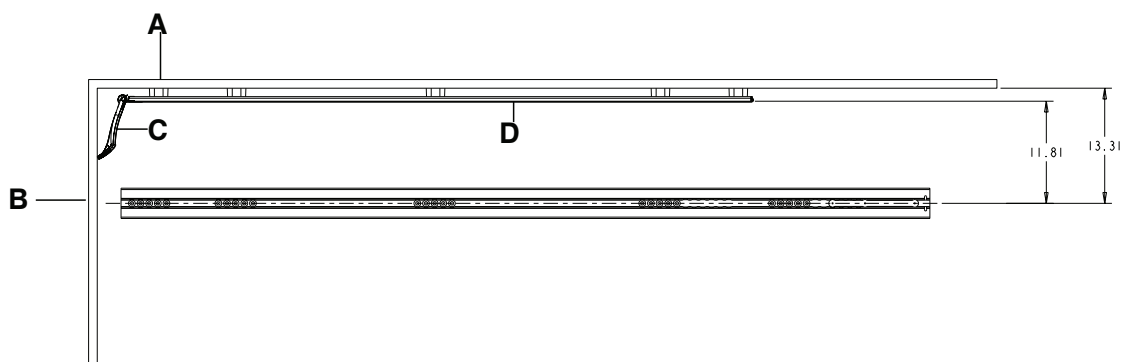
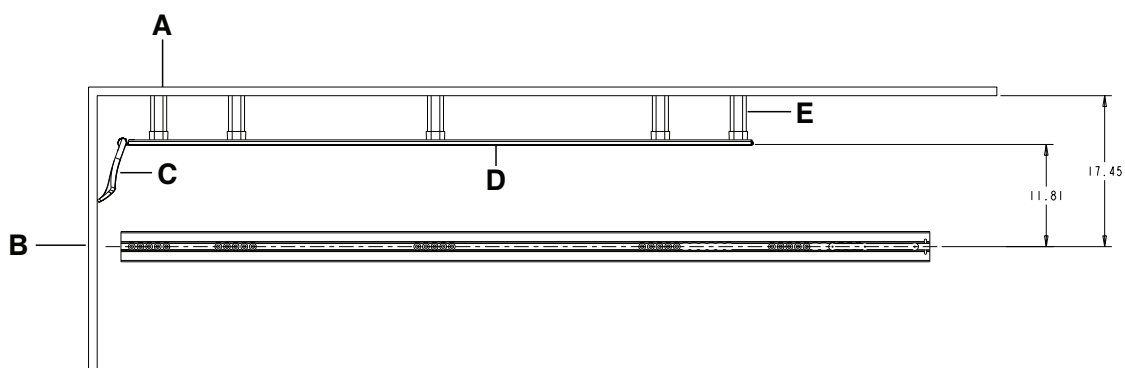

Рисунок 1 – Установка направляющей для колес без проставок
Рисунок 2 – Установка направляющей для колес с проставками
1. Мерной лентой отмерьте расстояние от центральной линии напольной пластины до стенки (шкафа) в кузове автомобиля на стороне водителя (Рисунок 1 или Рисунок 2).
12. Пользуясь торцевой головкой 7/16 дюйма с ключом с храповым механизмом 3/8 дюйма и комбинированным ключом 7/16 дюйма, установите винты (выбранные в пункте 11) для крепления штанги направляющей для колес к опорам направляющей для колес через проставку (6390-001-173) (D), если она необходима, и затем к стене кузова автомобиля, см. Рисунок 1 или Рисунок 2.
13. Отверткой-звездочкой T25 установите два винта с закругленной цилиндрической головкой (0023-296-000) (B) для крепления колпачка направляющей для колес (6390-001-178) (H) к головному концу штанги направляющей для колес.
14. Надвиньте отбойник направляющей для колес (6390-001-175) (F) на штангу направляющей для колес в направлении от ножной к головной части кузова.
15. Шестигранным ключом 5/32 дюйма установите два винта с потайной головкой (0001-195-000) (A) через шарнир направляющей для колес в сборе (6390-001-017) (C) и штангу направляющей для колес до гайки направляющей для колес (6390-001-191) (J).
16. Установите две самоотпорящиеся гайки (0016-060-000) (M) и четыре колпачка колес (6390-001-206) (L) на правой от пациента стороне каталки, которая будет использоваться с направляющей для колес в сборе. См. *Установка колпачков колес каталки* (страница 4).